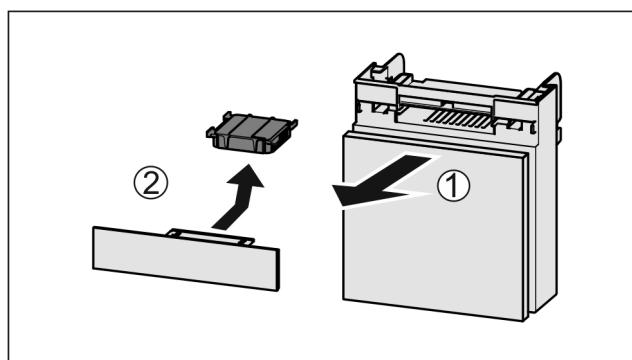

Fig. 98
- Zásuvku vytáhněte dopředu Fig. 98 (1).
- Filtr s aktivním uhlím vyjměte Fig. 98 (2).